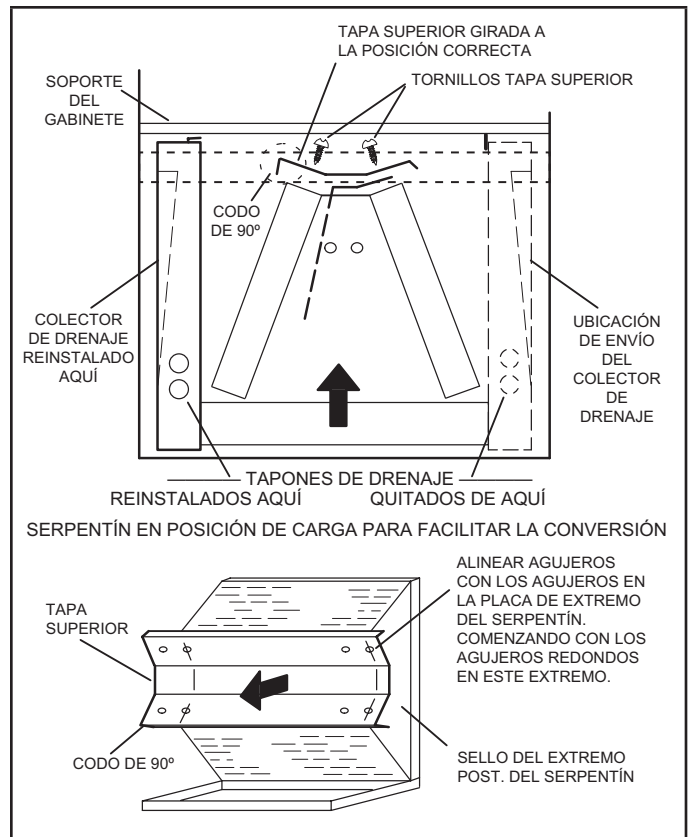

FIGURA 10. Modificación en el sitio para la descarga a la izquierda
- 7 - Gire la tapa superior 180° de adelante hacia atrás y alinéela con los orificios para tornillos sin usar. Los orificios se deben alinear con las placas del extremo trasero del serpentín. La tapa superior tiene un codo de 45° en un lado y un codo de 90° en el otro. **El codo de 90° debe estar en el mismo lado que el colector de drenaje horizontal** como se muestra en la Figura 10.
- 9 - Instale el protector horizontal (modelo -060) en el borde delantero del colector de drenaje horizontal como se ilustra en la Figura 10.